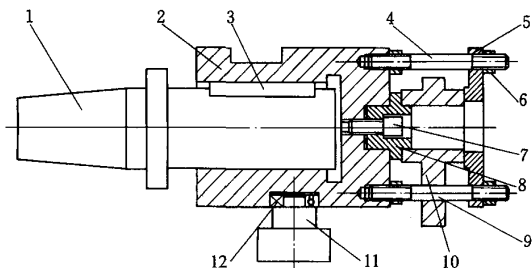

图 2
(1) 夹具结构 如图 2 所示, 定位轴 1 采用平键 3 与靠模 2 联接, 定位套 8 用螺钉 7 紧固在靠模 2 上。工件以内孔和端面定位于定位套 8 上。开口压板 5 采用开口形式, 便于装卸工件, 其中央处有一通孔, 便于车槽刀具伸进工件内孔表面。靠模下方的滑轮 12 通过过渡座 11 固定于床身导轨上。
(2) 工作原理 松开螺母 6 打开口压板 5, 将工件置于定位套 8 上, 然后夹紧。将刀具穿过开口压板 5 的中央孔伸至内孔表面上规定位置后固定不动, 开动车床, 主轴和定位轴一起旋转, 带动靠